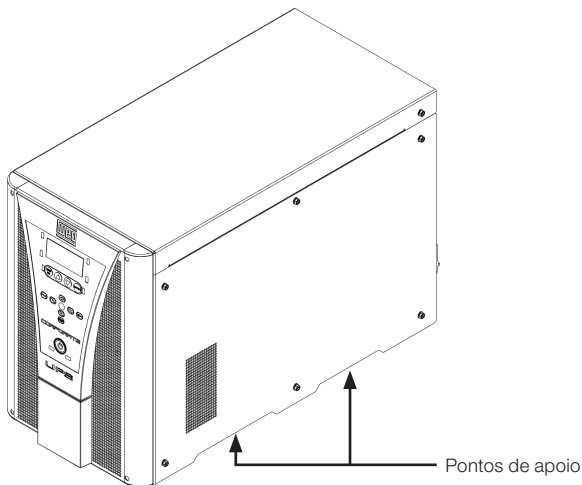

Figura 5.1: Pontos de apoio para manuseio do produto
- Com o auxílio de uma segunda pessoa, retirar o Nobreak da base da embalagem, segurando pelas laterais, nos pontos de apoio indicados na Figura 5.1 na página 5-2.